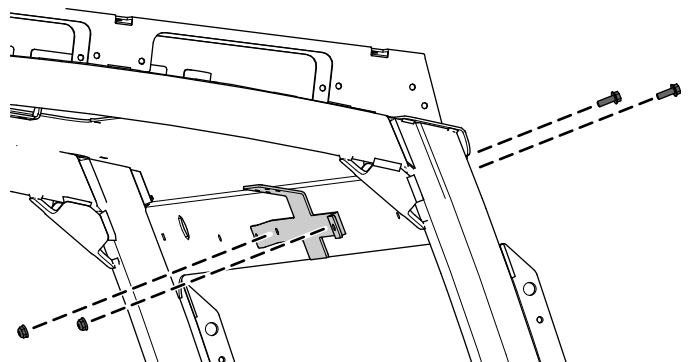

図 5
2. または図 5のように、キャンピにミラーマウントを固定するフランジヘッドボルト 1/4 x 3/4"2 本とロックナット 1/4"2個を使用する。